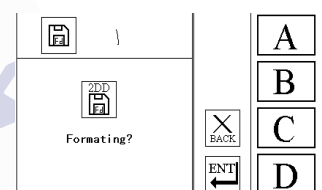

Fig. 4.3.3
Mostrador (Fig. 4.3.3)
4. Nas Fig.4.3.3 ou 4.3.4, pressione a tecla **D** para formatar disquete de baixa ou alta densidade, e exibir a tela de espera para a operação do disquete, etc. (Fig.4.3.5)